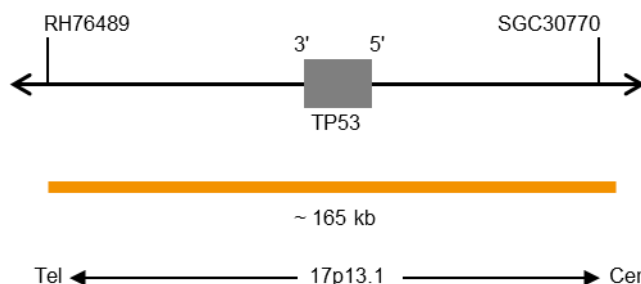

Fig. 1: SPEC TP53 Mapa da sonda (sem escala)
- Polinucleótidos (~4.5 ng/μl) com marcação ZyOrange (excitação 547 nm/emissão 572 nm), dirigidos ao mapeamento de sequências alvo em 17p13.1* (chr17:7,495,749-7,663,022) contendo o gene TP53 (ver Fig. 1).